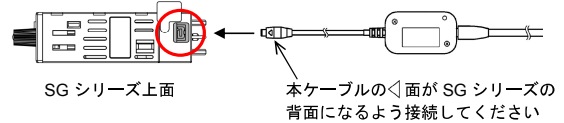

図 3-2
- (2) Connect this cable to the Console connector at the top of the instrument. SG series is used as an example. (Fig. 3-2)
(Fig. 3-2)
- 計器上面のコンソール用コネクタに、本ケーブルを接続してください。SG シリーズを例に、下図に示します。(図 3-2)